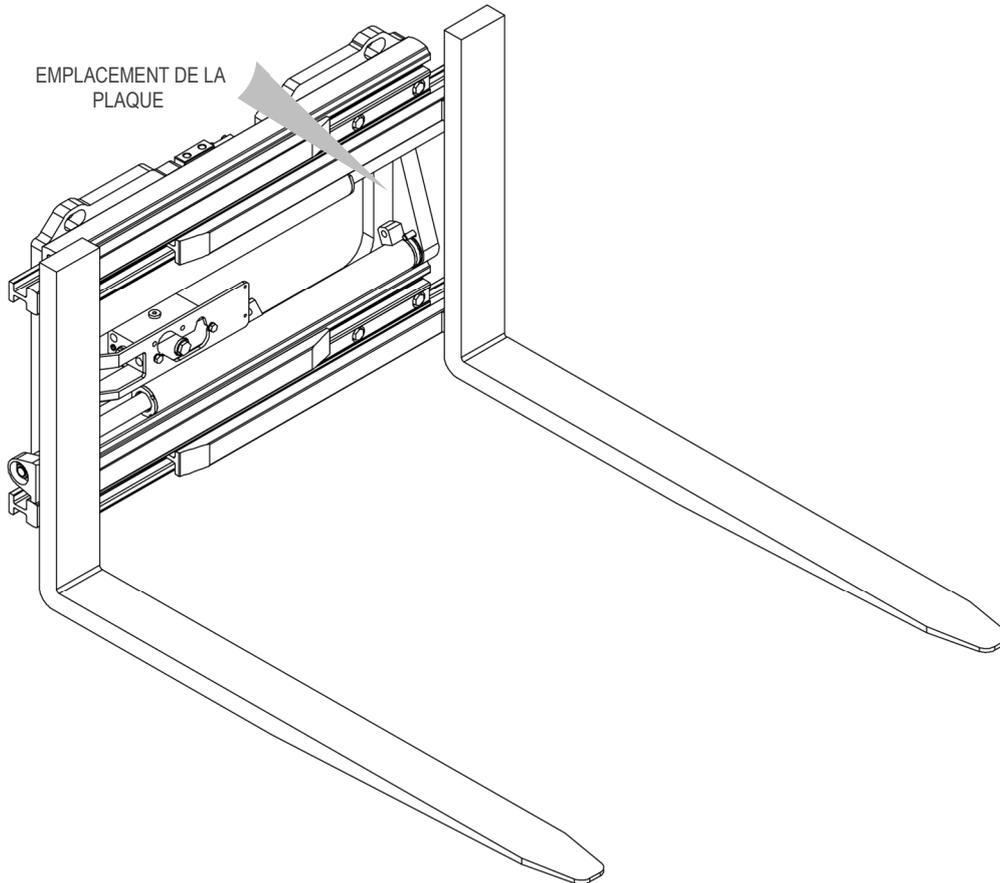

Figure 1
Tous les équipements A.T.I.B. – « PINCE AVEC FOURCHES SOUDÉES TYPE 474.170 | PINCE AVEC FOURCHES ROTATIVES TYPE 474.150 | PINCE AVEC FOURCHES ROTATIVES HYDRAULIQUEMENT TYPE 474.152 » sont identifiées par une plaque adhésive (voir *Tableau 1*) placée sur l'équipement (voir *Figure 1*), toujours se référer au numéro de série.
5. Pour la manutention, des courroies ou des chaînes correctement dimensionnées par rapport au poids de l'équipement indiqué sur la plaque signalétique doivent être utilisées (voir *Figure 1* et *Tableau 1* à la page 7).
9. Connecter le circuit hydraulique, en s'assurant que la pression de service des tuyaux est supérieure ou égale à celle indiquée sur la plaque signalétique (voir *Figure 1* et le *Tableau 1* à la page 7).
6. Pour la manutention, des courroies ou des chaînes correctement dimensionnées par rapport au poids de l'équipement indiqué sur la plaque signalétique doivent être utilisées (voir *Figure 1* et le *Tableau 1* à la page 7).